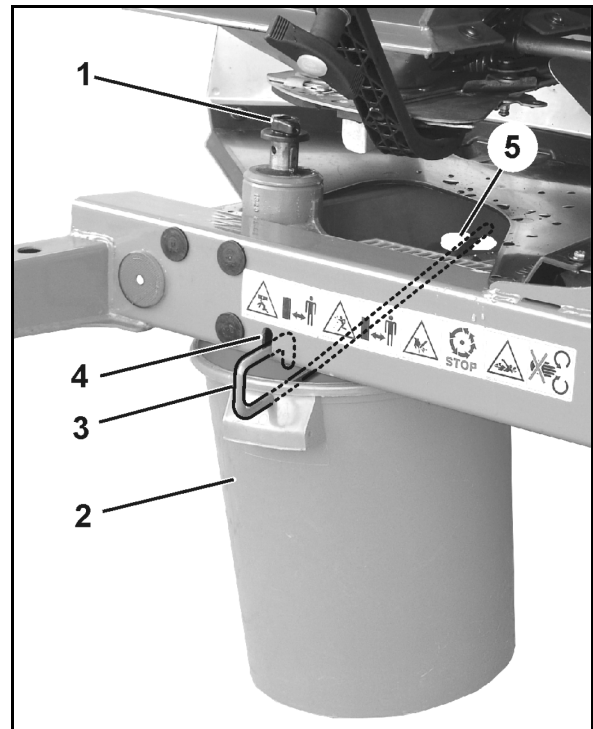

Рис. 61
- 2.1 Викрутіть гвинт-баранець (Fig. 61/1), що утримує розкидний диск, і зніміть розкидний диск з вала редуктора.
3. Встановіть збірну ємність (Fig. 61/2) за допомогою скоби (Fig. 61/3) у гнізда (Fig. 61/4 і Fig. 61/5) на рамі.